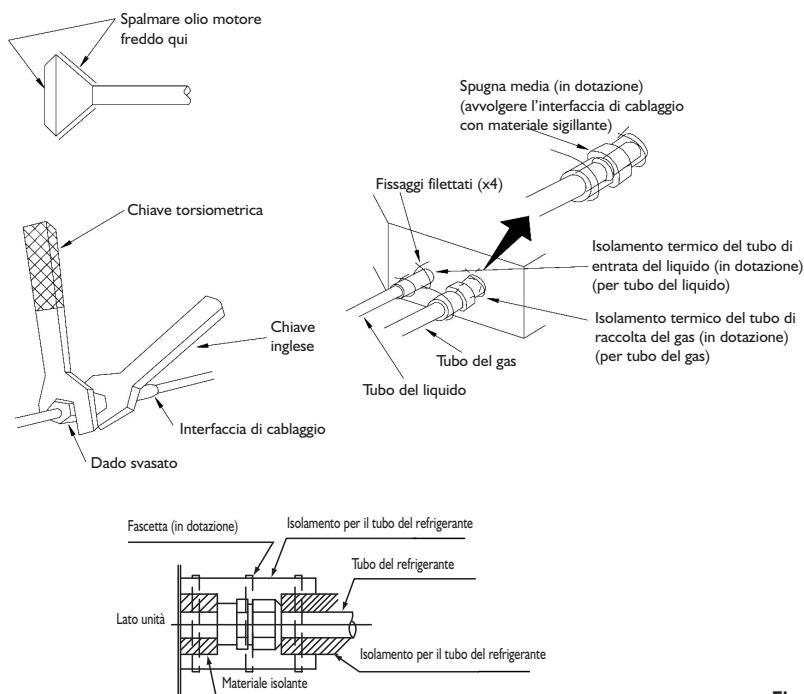

Fig. 3
- Per collegare il tubo all'unità o rimuoverlo dall'unità, utilizzare sia una chiave inglese sia una chiave torsiometrica, come illustrato nella fig. 3.
- Controllare il tubo di collegamento per verificare l'eventuale presenza di perdite di gas, quindi isolare i tubi con isolante termico come illustrato nella fig. 3.